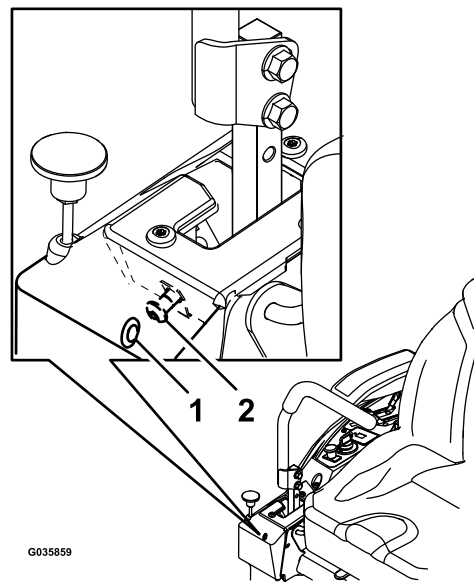

Figure 49
6. Si la machine se déporte à droite, insérez une clé hexagonale de 3/16 po dans le trou d'accès du panneau de couvercle avant droit et tournez la vis de réglage de l'alignement dans le sens horaire ou antihoraire pour ajuster la course du levier (Figure 49).
7. Si la machine se déporte à gauche, insérez une clé hexagonale de 3/16 po dans le trou d'accès du panneau de couvercle avant droit et tournez la vis de réglage de l'alignement dans le sens horaire ou antihoraire pour ajuster la course du levier (Figure 49).